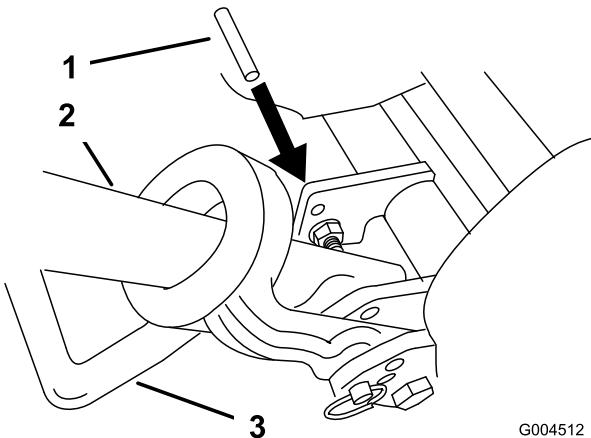

Figure 44
2. Abaissez la bêquille. Insérez une goupille de 6,4 mm de diamètre (ou équivalent) dans le trou du bâti au-dessus du boulon de montage de la bêquille (Figure 44).